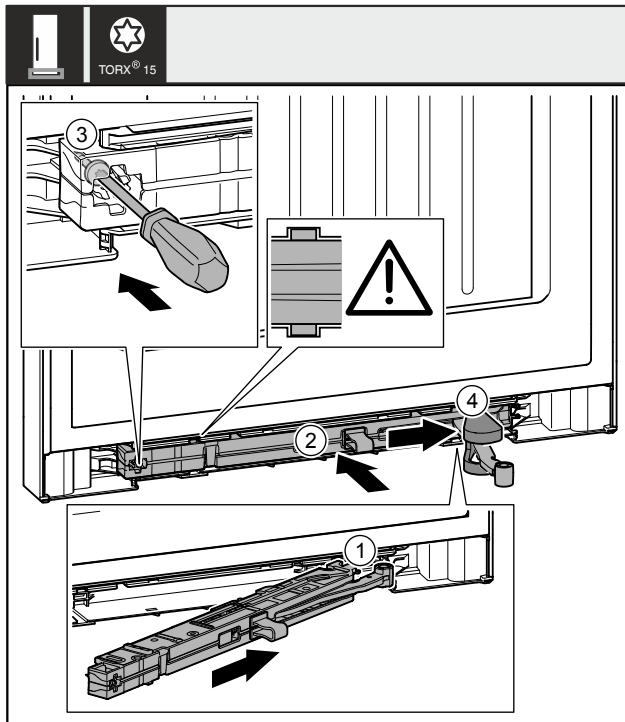

Fig. 53
- Pe partea suportului de lagăr împingeți înclinat unitatea amortizorului de închidere Fig. 53 (1) până la opritor în degajare.
- Împingeți unitatea amortizorului de închidere Fig. 53 (2) complet în degajare.
- Înșurubați ferm șurubul Fig. 53 (3) cu o șurubelniță.
- Împingeți capacul Fig. 53 (4) peste articulație.